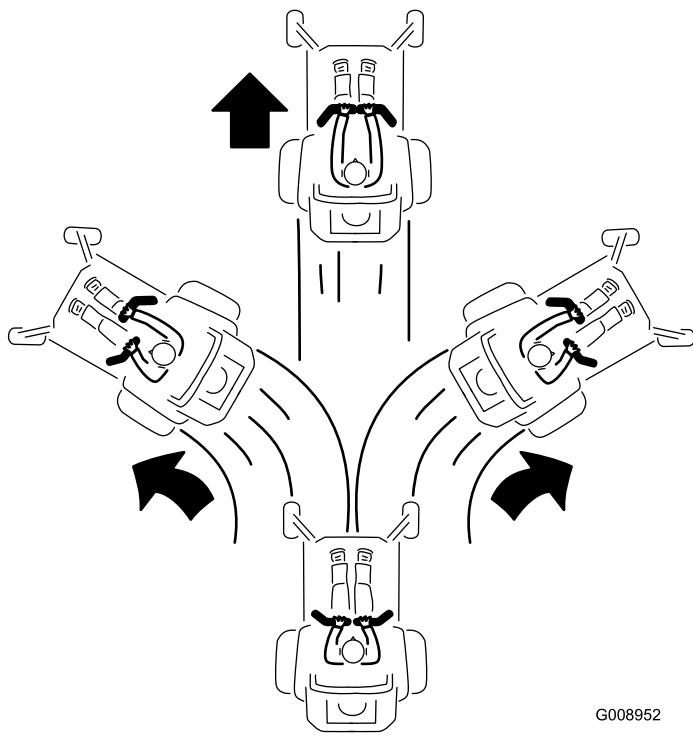

Figure 30
3. Pour vous déplacer en marche avant, poussez lentement les leviers de commande de déplacement vers l'avant (Figure 30).